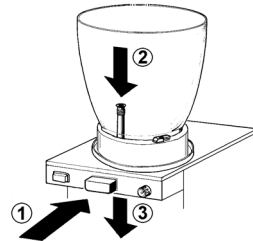

Bild 3
3 Drücken Sie die Hahtaste (1) und setzen Sie (2) das Gummiteil in seinen Sitz am Boden der Verdampfvorrichtung ein. Ziehen (3) Sie den Gummihahnaufsatz leicht nach unten bis er ordnungsgemäß sitzt (siehe Abbildung 3).